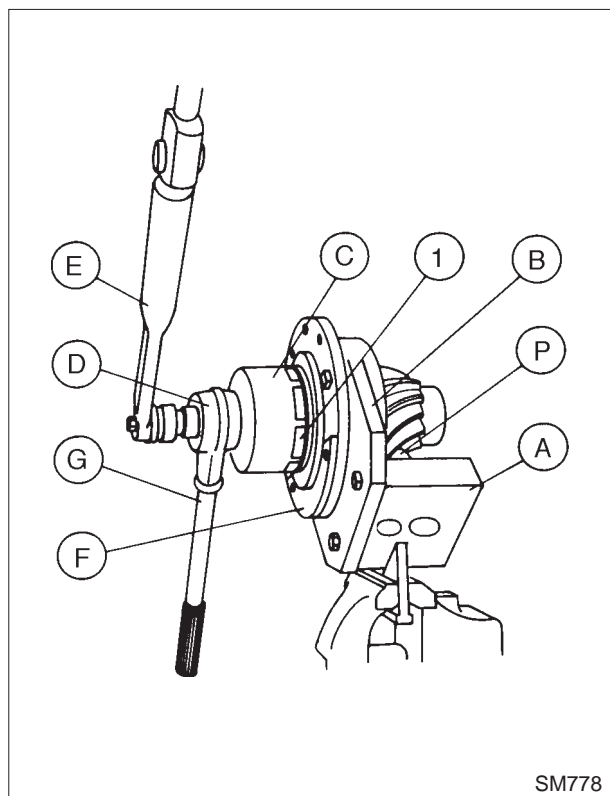

Fig. 3-7 Smontaggio ghiera (1) di bloccaggio cuscinetto pignone conico.
- serrare in morsa il supporto **75293290** (A, fig. 3-7), fissare al supporto la piastra **75295643** (B), bloccarvi il supporto pignone conico completo mediante la lunetta di ritegno (F), raddrizzare l'aletta della rosetta di ritegno e svitare la ghiera (1) mediante la chiave **75295252** (C) ed il moltiplicatore di coppia (D);